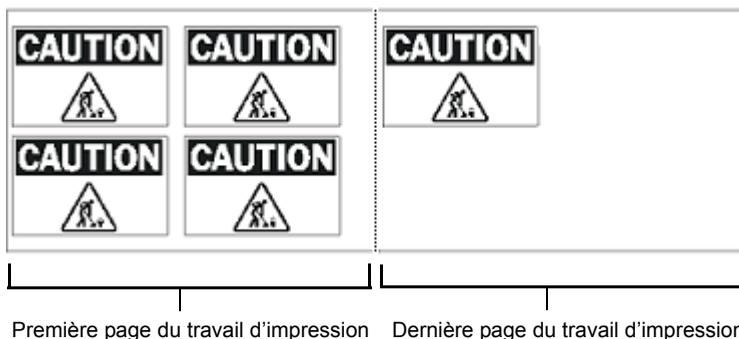

Figure 11-2. Exemples d'étiquettes imprimées avec l'option Optimiseur de support
**Une page correspond à la zone comprise entre l'amorce du support (endroit où commence l'étiquette) et la découpe.** Une page peut contenir une ou plusieurs étiquettes et son format minimal est égal à 51 mm. La Figure 11-1 et la Figure 11-2 illustrent des exemples de page.